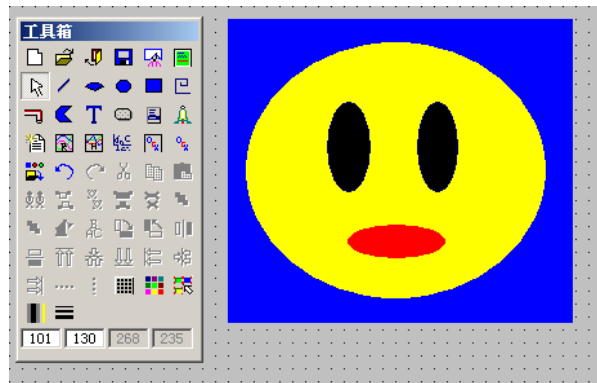

图 4.66 点位图原始大小
- ◇ 粘贴完点位图后，执行“编辑\位图-原始大小”命令或是单击右键执行“恢复原始大小”，即可将点位图对象缩放成和图片本身一样的尺寸。如图 4.66 所示。